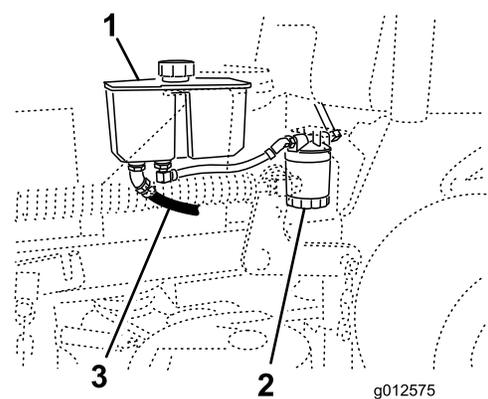

図 75
4. 油圧オイル・タンクの下にある前油圧ホースを探し出し、その下にオイル受け容器を置く（図 75）。